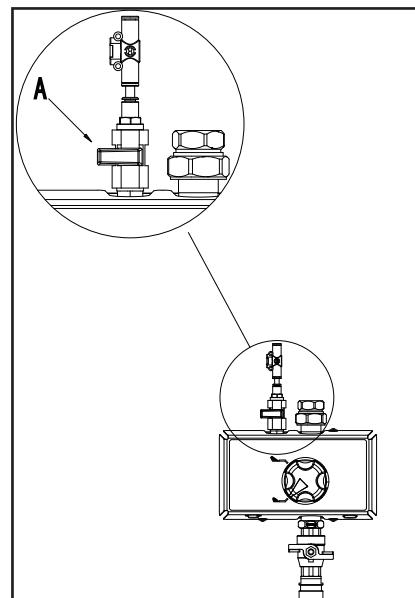

Fig. 7
1. Sicherstellen, dass der Wasser- und Lufteingang offen ist. Betr. Luft siehe A, Fig.7)
2. Die Luftzufuhr stoppen (siehe A, Fig.7). Bei zentraler Chemieversorgung muss dies immer aktiviert sein.